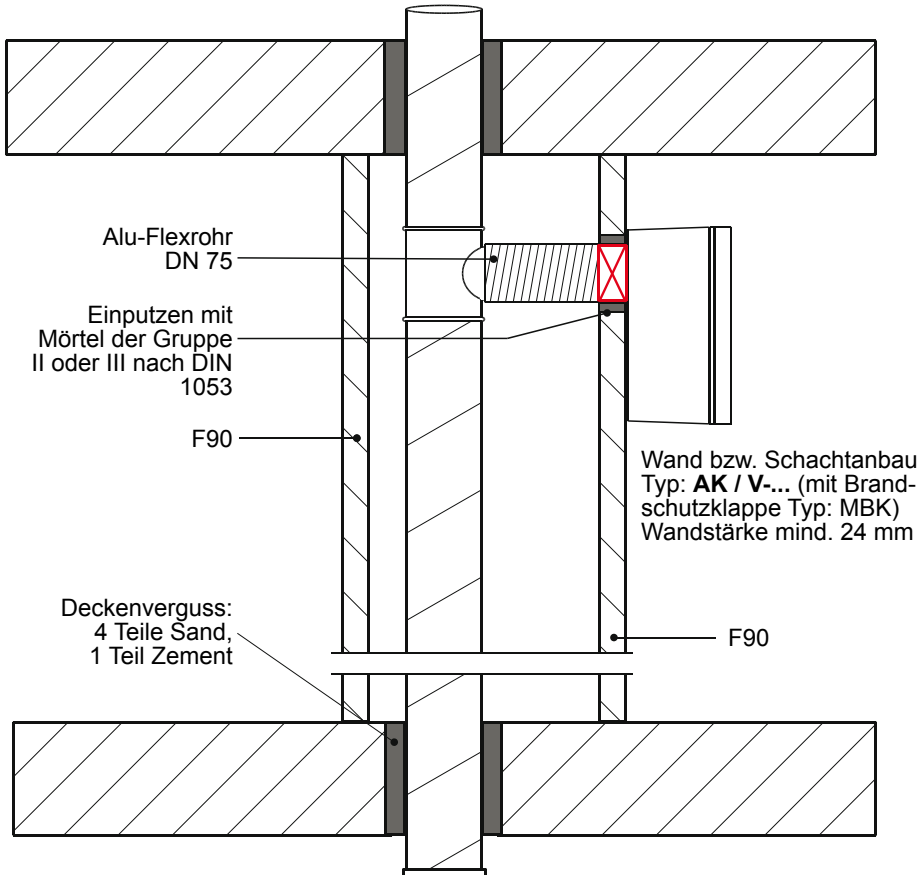

Abb. 11: Wandstärken mit mindestens 24 mm
- Die Wand des feuerwiderstandsfähigen Schachts oder der Lüftungsleitung muss immer eine Mindestdicke von 24 mm aufweisen (siehe Abb. 11).